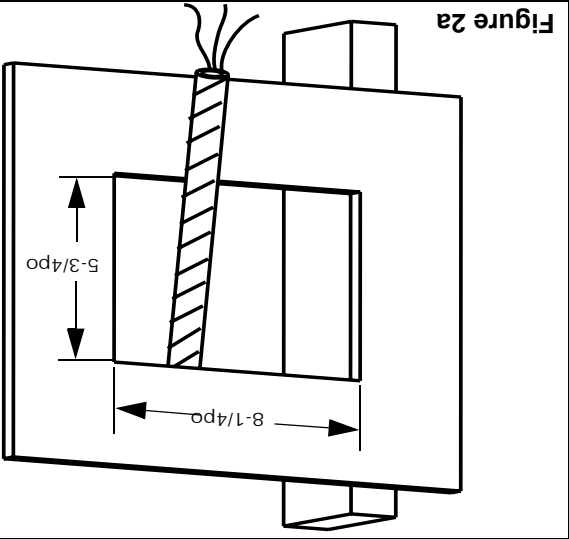

Figure 2a
1. Couper une ouverture rectangulaire (de 8-1/4 po par 5-3/4 po) près de la solive du plafond. Le côté court de l'ouverture doit être le long de la solive. Utiliser le support en " U " pour marquer les dimensions de l'ouverture sur le plafond (Figures 2a, b, c).
Installation du support en "U" dans le mur (Figures 2a, b, c)